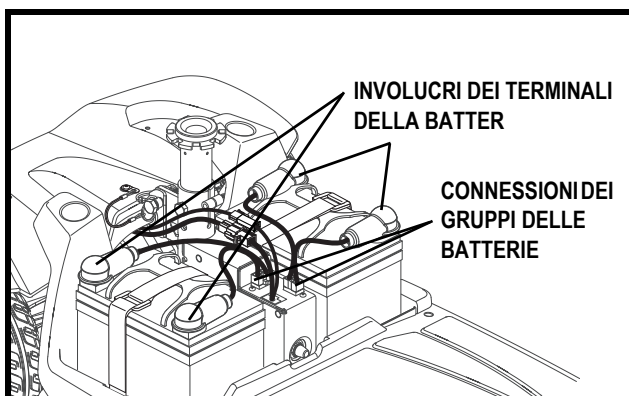

Figura 13. Rimozione/installazione della batteria
3. Scollegare il gruppo della batteria sollevandolo verso l'alto. **Vedere figura 13.**